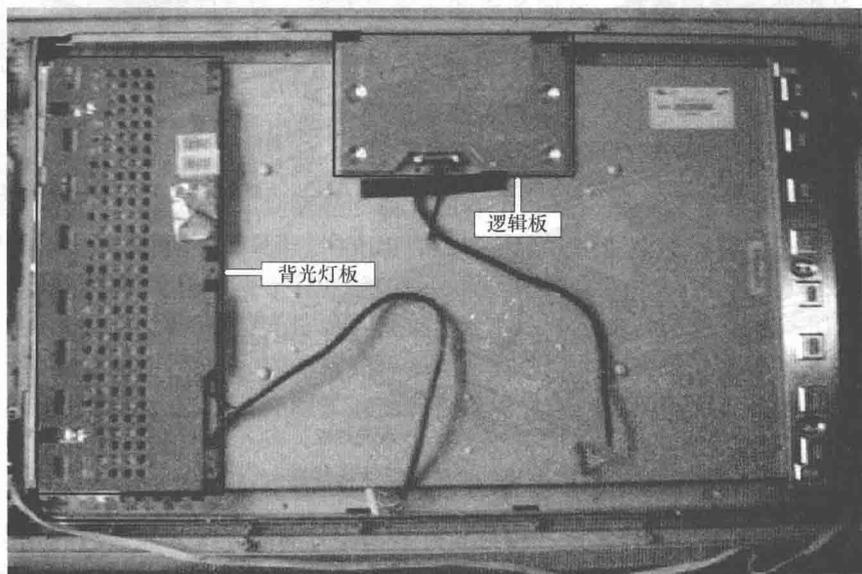
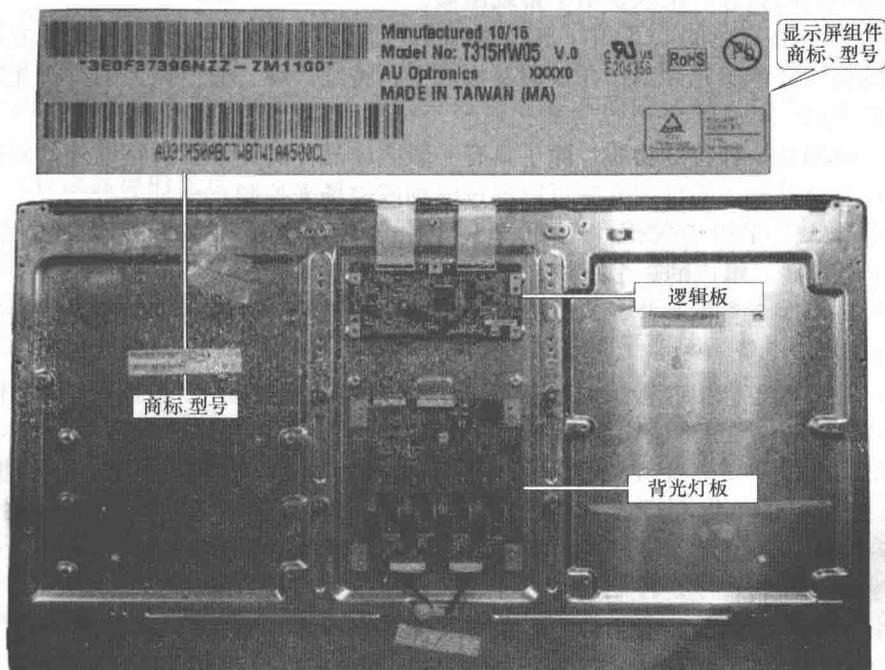

图 1-8 采用 DDFL 背光源的液晶屏组件实物图
图 1-9 采用 LED 背光源的液晶屏组件实物图
液晶面板也就是常说的 TFT LCD (Thin-film transistor liquid crystal display), 即薄膜晶体管液晶显示器。液晶屏是指液晶面板、背光灯板、背光灯、逻辑板等较多器件构成的组件, 即上面所称的液晶屏组件; 液晶屏组件是液晶彩电中核心部件, 其成本约占整机的 1/2~2/3。因部件精密且易碎裂, 同时为了保证能正常显示图像, 逻辑板与背光灯板也作为配套部件, 图 1-8 所示是采用 DDFL 背光源的液晶屏组件实物图, 液晶屏组件自带背光灯板和逻辑板, 为了防止外界脉冲信号干扰, 均在外部设置了屏蔽罩; 图 1-9 是采用 LED 背光源的液晶
在图1-9中，上面一块板为逻辑板，通过两条扁平线与液晶面板相连。LED液晶屏与普通CCFL灯管液晶屏的信号处理电路是相同的，即主板输出LVDS信号送给逻辑板，逻辑板对主板送来的LVDS信号进行变换，然后驱动屏内部的行列驱动电路，使液晶屏正常地显示出图像。也就是说：在液晶屏中，逻辑板与背光电路无关，不会因为由CCFL背光改为LED背光而改变，即LED液晶屏的逻辑板与CCFL灯管液晶屏中的逻辑板在电路原理上是相同的。因此，在这两种类型的液晶屏中，只要逻辑板的型号与版本号相同，就可以相互代换。下面一块板为背光灯板，通过两组输出线与液晶面板的LED背光灯条相连接，由于LED背光灯和CCFL背光灯需要的驱动电压不同，二者背光灯板有着本质的区别，详见1.2节的背光电源简介。
(4) LED液晶屏的识别
① LED液晶屏的编码规则。为了区分液晶彩电所配用的液晶屏类型，不同彩电厂家均对屏型号进行了编码以示区分，在液晶屏组件的商标编码中可区分液晶屏的类型，如图1-9上部所示。下面以TCL厂家的屏编码为例进行说明。
在该厂家的屏编码中。屏幕尺寸后面的字母就表示背光类型，“T”表示CCFL背光液晶屏；“E”表示LED背光液晶屏，如“4A-LCD32T-AUD”表示该液晶屏背光为CCFL，图1-9中商标显示的E204356，表示该屏背光为LED，TCL为其编码为“4A-LCD32E-Au1”。值得一提的是，部分液晶屏（尤其是早期的液晶屏）未按上述规则编码。